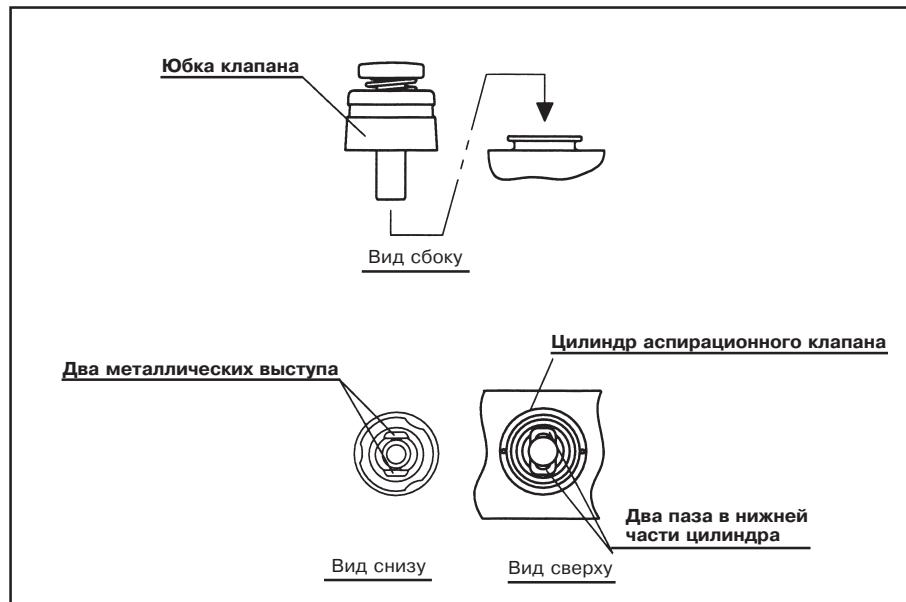

Рис. 3.8
- Вставьте аспирационный клапан в отверстие цилиндра аспирационного клапана на эндоскопе (см. рис. 3.8 и 3.9). Убедитесь, что клапан полностью соответствует размерам цилиндра, без зазоров и вздутия юбки клапана.